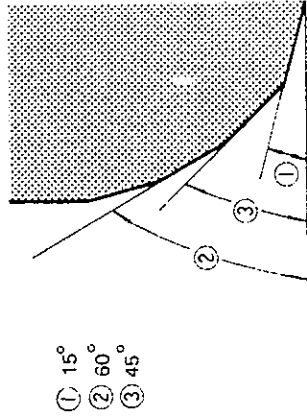

Fig. 3-68
- 2) ASIENTO DE VALVULA DE ADMISION: La secuencia de corte es la misma que para el asiento de válvula de escape, pero el segundo ángulo es diferente, como se observa en la Fig. 3-68.